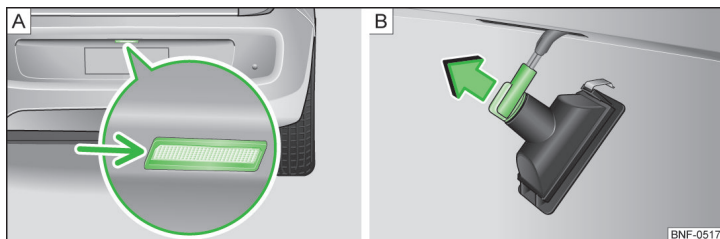

Fig. 134 Afmontering af nummerpladelygte / Udskiftning af pære
- Stik en skruetrækker ind i spalten i området ved pilen » Fig. 134 - [A], og løs lygten.
- Drej fatningen **mod** uret, og tag den ud i pilens retning » Fig. 134 - [B].